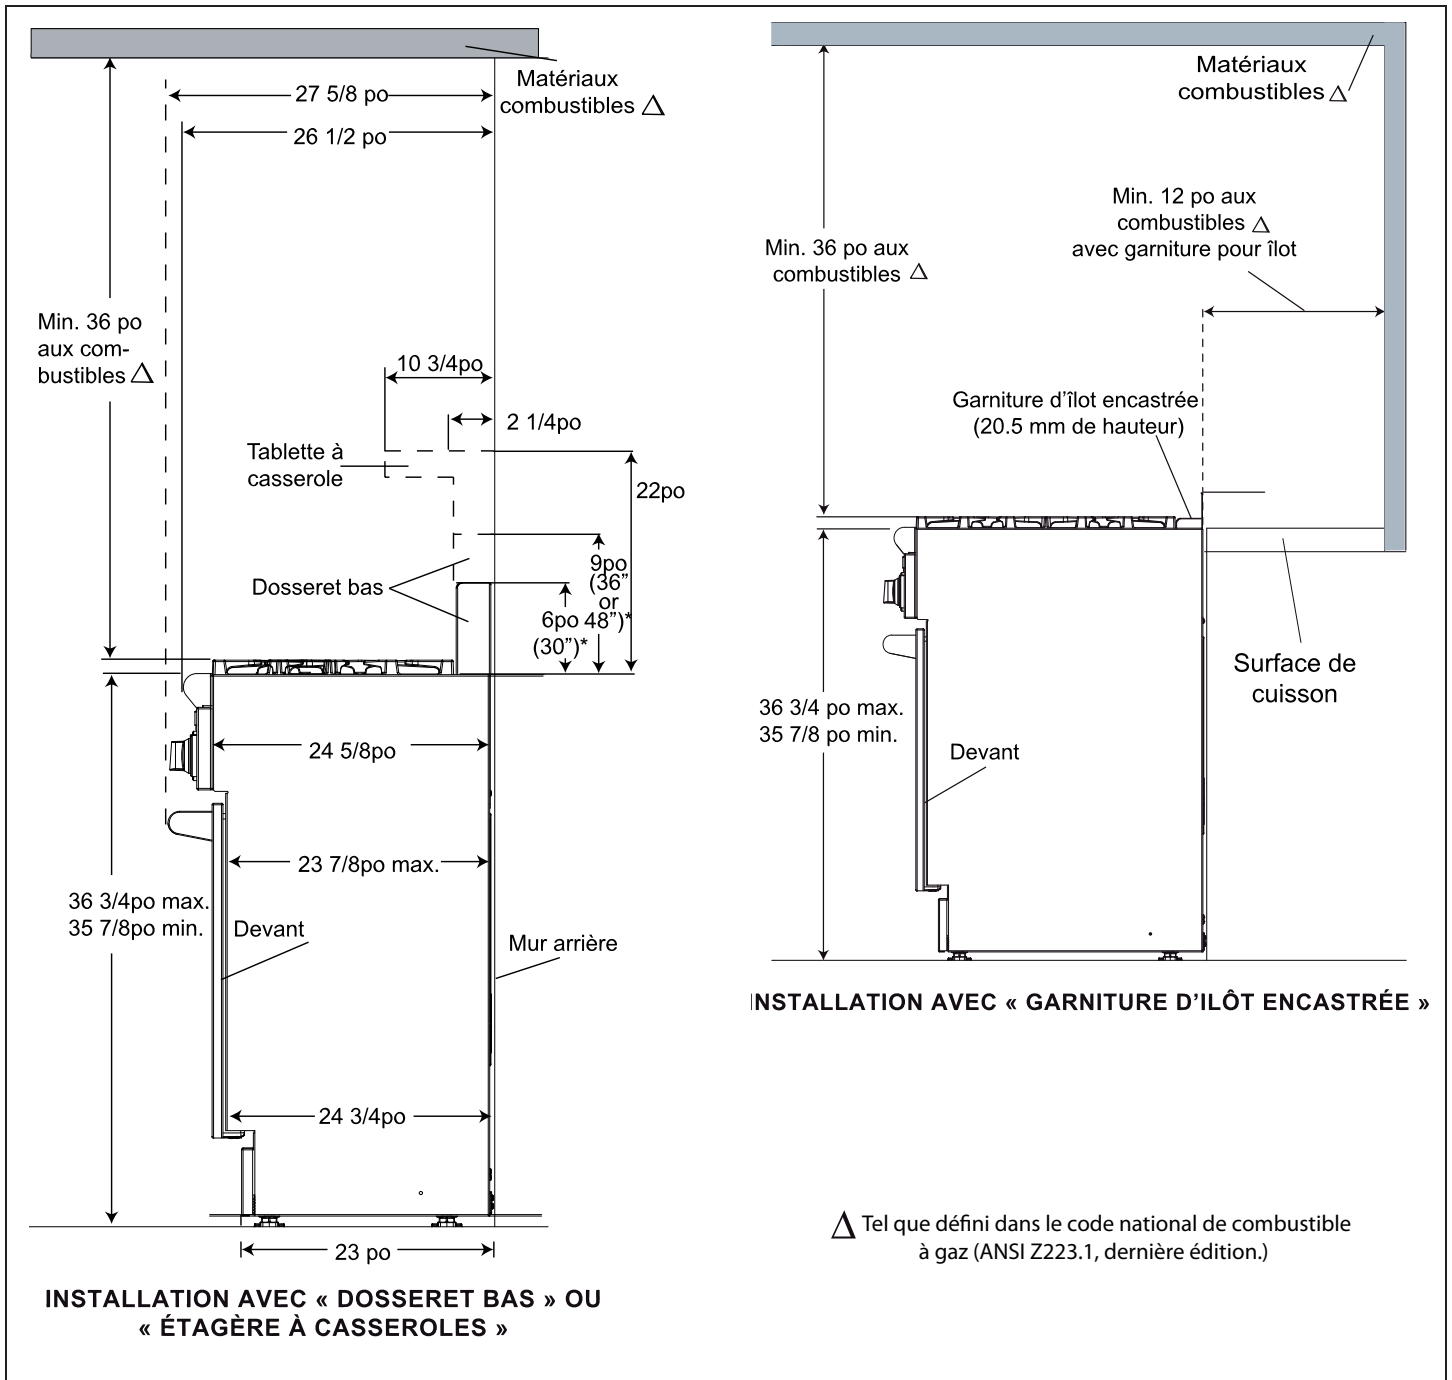

Figure 2 : Vue latérale
2. Les cuisinières peuvent être encastrées entre les armoires au-delà de l'avant du four (Voir Figure 2).
5. Si la distance entre un matériau combustible Δ et le bord arrière de la cuisinière au-dessus de la table de cuisson est de moins de 30,5 cm (12 po), il est obligatoire d'installer un dossier bas ou une tablette à casserole Thermador (voir Figure 2). Avec un dégagement au matériau combustible Δ de 12 po et plus, la garniture d'îlot encastrée Thermador peut être utilisée. Les Figure 2 indiquent l'espace libre nécessaire pour chaque type de plaque de protection.
l'appareil s'en trouvera diminué, comme indiqué au Tableau A . Voir Figure 2 à la page 6. **N'ôtez pas la plaque de cuisson et le plateau.**